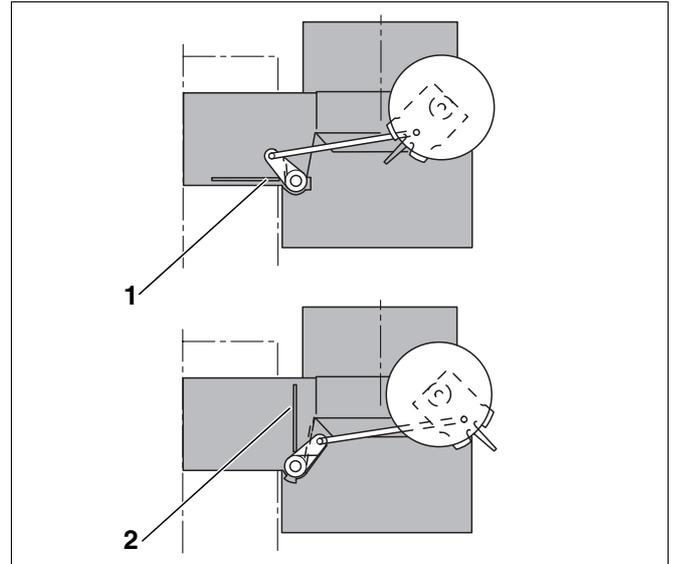

Fig. 13 Posizione della serranda di chiusura dei gas combusti
- Controllare la posizione della serranda di chiusura dei gas combusti, agendo sulla levetta di regolazione (fig. 13).
- Al raggiungimento della posizione finale "ON" (fig. 13, **pos. 1**), è possibile mettere in funzione il bruciatore di gas.